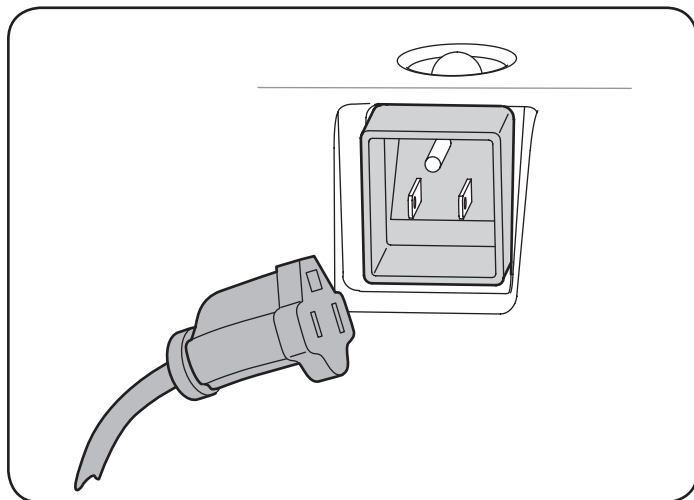

Figura 15
1. Inserte la llave de encendido en la ranura. Asegúrese de que entre a presión en su lugar. No intente girar la llave. Conecte el prolongador a la salida situada en la superficie del motor. Conecte el otro extremo del prolongador a un tomacorriente de CA, 120 voltios con conexión a tierra, para tres patas, en un área bien ventilada. Vea la Figura 15.